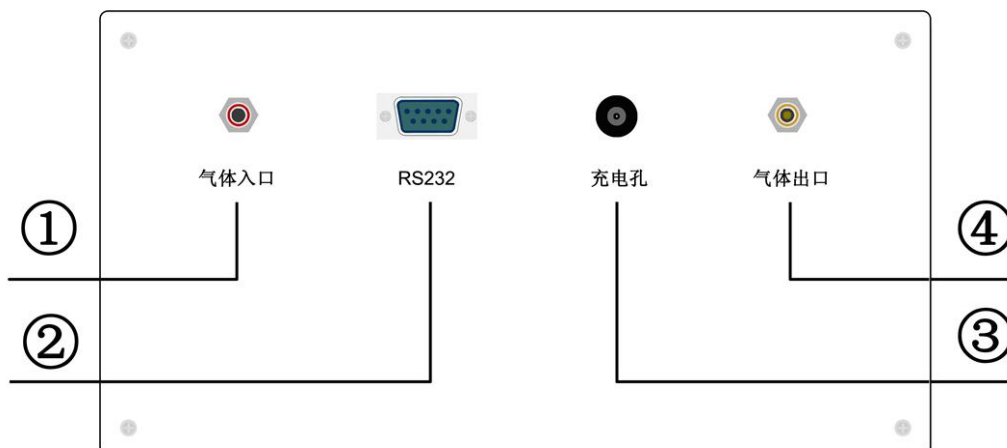

图 2 后面板布局图
①液晶屏      ②流量调节      ③电源开关      ④状态指示
2、仪器后面板布局图如图 2 所示。